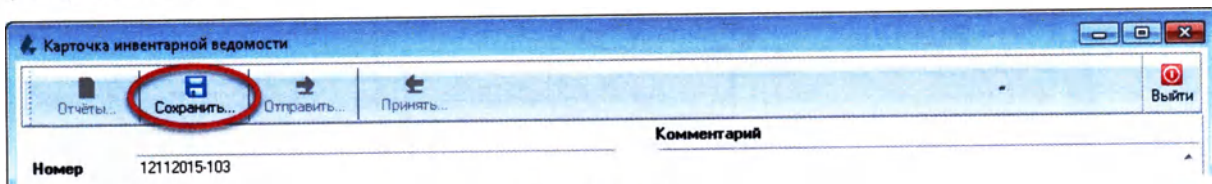

Рисунок 1.10
4. Сохраните карточку инвентарной ведомости, нажав кнопку «Сохранить» (F2) (Рисунок 1.10):